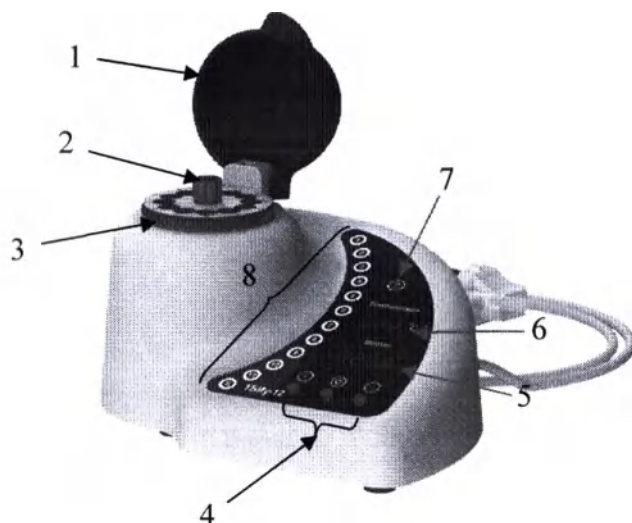

Рисунок 6 ТБИу-12- «Мед ТеКо»
9.2.2. Зафиксируйте барабан с помощью винта крепления барабана (Рис. 6 и 7 поз.2).
9.2.4. Переведите клавишу сетевого переключателя в положение «ВКЛ». При этом «Индикатор готовности термостата к работе» (Рис. 6 и 7 поз.7) загорится красным цветом, сигнализируя о том, что включился нагрев термостата, на цифровом индикаторе «Температура» (Рис. 6 и 7 поз.6) отобразится текущая температура, а на цифровом индикаторе «Время» (Рис. 6 и 7 поз.5) отобразятся прочерки.
9.2.6. После чего цифровой индикатор «Температура» (Рис. 6 и 7 поз.6) начнет мигать.
9.2.8. Кратко нажать кнопку  после чего цифровой индикатор «Время» (Рис. 6 и 7 поз.5) начнет мигать.
9.2.14. Заранее пронумерованные биологические индикаторы, которые необходимо подвергнуть циклу термостатирования, активировать согласно инструкции по применению и установить в ячейки барабана (Рис. 6 и 7 поз.3), кроме тех, что отмечены буквой «К» (Рис.8 поз.1).
9.2.17. Для запуска цикла термостатирования нажмите кнопку . Одновременно с этим на индикаторе «Время» вместо прочерков отобразятся «00.00» и начнется отсчёт ранее установленного времени, а термостат автоматически откалибрует барабан относительно УФ-датчика и определит номера ячеек, в которых установлены биологические индикаторы. При этом в течении не более 3-х минут на светодиодной панели термостата постепенно белым цветом загорятся световые индикаторы с порядковыми номерами ячеек (Рис. 6 и 7 поз.8), в которых установлены биологические индикаторы.
9.3.9. Одновременно с запуском таймера на светодиодной панели термостата, в течении не более 3-х минут постепенно белым цветом загорятся световые индикаторы с порядковыми номерами ячеек (Рис. 6 и 7 поз.8), в которые были доставлены биологические индикаторы.
9.3.13. Через 10 секунд после активации таймера «Т3», цифровой индикатор «Время» автоматически перейдет к отображению времени таймера «Т1», а на светодиодной панели термостата, в течении не более 3-х минут постепенно белым цветом загорятся световые индикаторы с порядковыми номерами ячеек (Рис. 6 и 7 поз.8), в которые были доставлены третья партия биологических индикаторов.